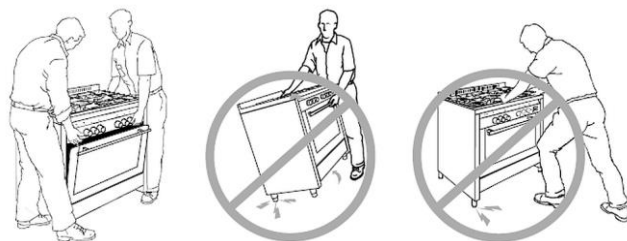

Fig. 3
2. Non sollevare l'apparecchio, afferrandolo dalla maniglia dello sportello del forno, ma aprire lo sportello e sollevare l'apparecchio afferrandolo dalla parte superiore del vano del forno (fig. 3).